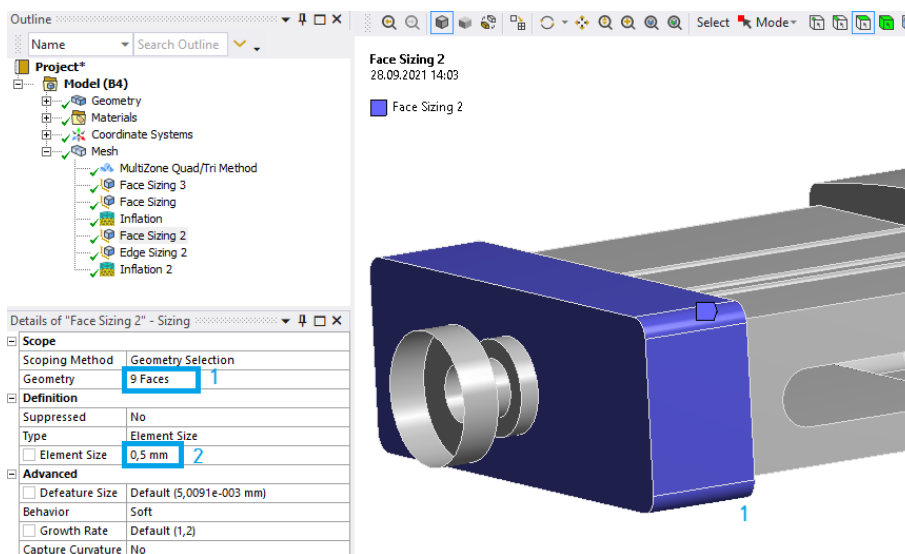

Рис. 21. Задание настроек сетки
6.5. Жмем ПКМ на *Mesh – Insert – Sizing*, выделяем ряд поверхностей со стороны одного отверстия (1) и задаем величину ячеек (2) 0,5 мм (рис. 21).